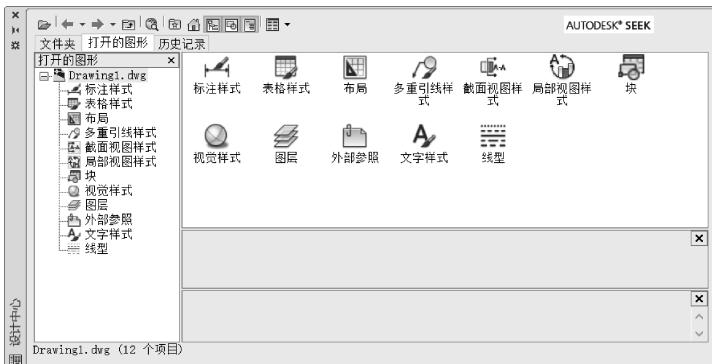

图10-13 设计中心的“打开的图形”选项卡
- “打开的图形”选项卡：用于显示当前已打开的图形及相关内容，如图10-13所示。